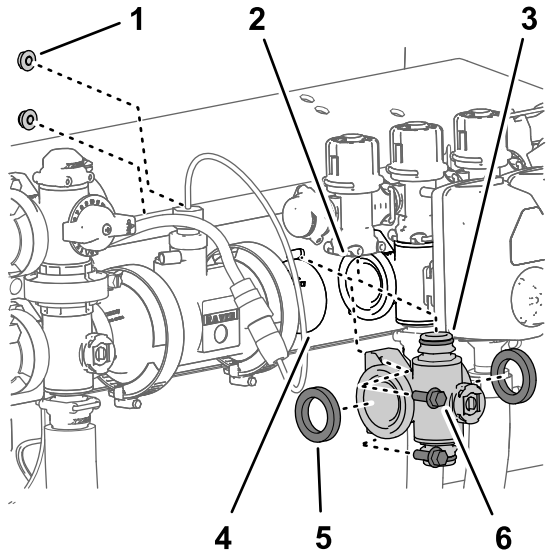
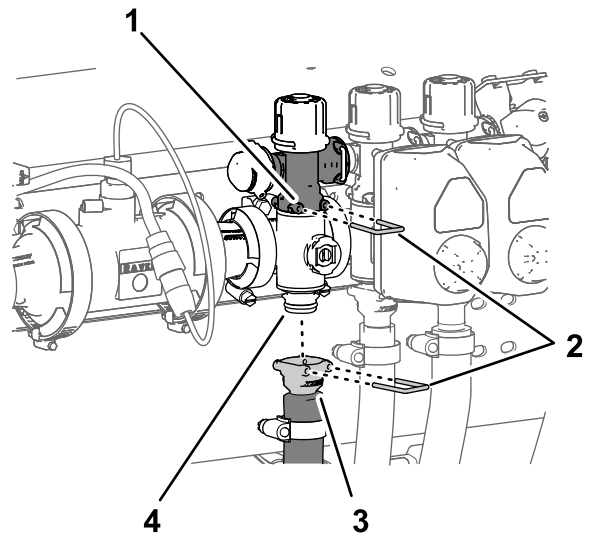

图 123
图 124
1. 将在 拆下喷洒臂段歧管阀 \(页码 72\)中卸下的 2 个垫片与喷洒臂段阀歧管的法兰对齐 图 123。
2. 将喷洒臂段阀歧管的法兰放在其他喷洒臂段阀和/或耦合适配器的法兰之间 图 123。
3. 用快速连接销将喷洒臂段歧管的快速连接接头安装到喷洒臂段旁通阀的快速断开槽内 图 123 和 图 124。
5. 对于左或右喷洒臂段阀歧管使用在 安装喷洒臂段歧管阀 \(页码 75\)中卸下的 2 个凸缘头螺栓 1/4 x 3/4 英寸和凸缘锁紧螺母 1/4 英寸将喷洒臂段阀歧管安装到阀支架上 图 123。
- 用快速连接销将喷洒臂段软管的快速连接耦合器安装到喷洒臂段阀歧管的快速连接接头上图 124。